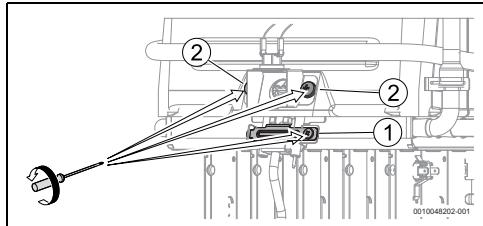

Fig. 20
- ▶ Retirar o parafuso que fixa o suporte do queimador piloto, Fig. 20, [1].
- ▶ Retirar os parafusos que fixam o suporte do dispositivo de controlo de estado da câmara de combustão, Fig. 20, [2].